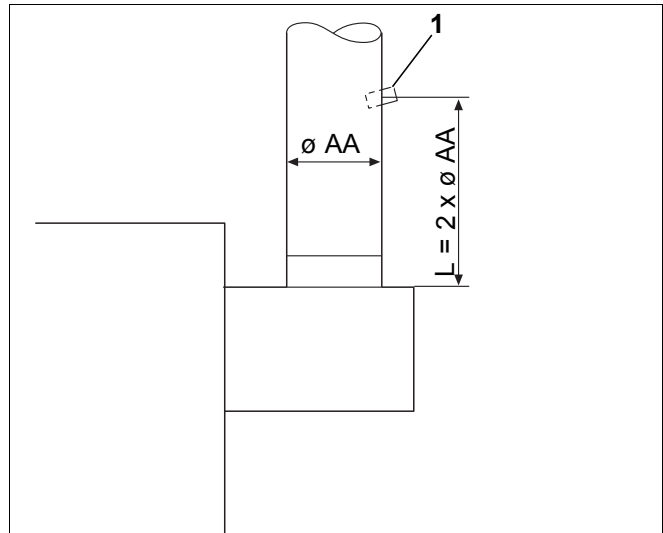

Рис. 30 Проведение замеров
Для проведения приведенных далее измерений нужно на присоединительном участке системы дымовых газов сделать отверстие для замеров (Рис. 30, поз. 1). Расстояние от прерывателя тяги должно быть равно двум диаметрам дымовой трубы (AA).
- Точку замера на присоединительном участке (Рис. 30, поз. 1) разместить на стороне, отвернутой от котла. Для этого просверлить отверстие диаметром 8 мм.